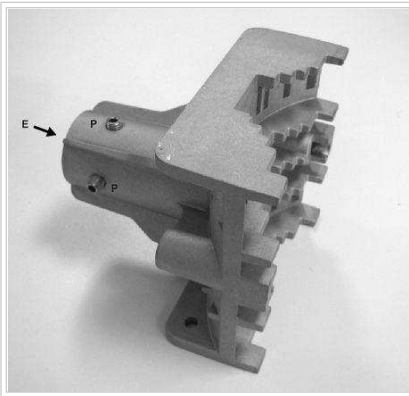
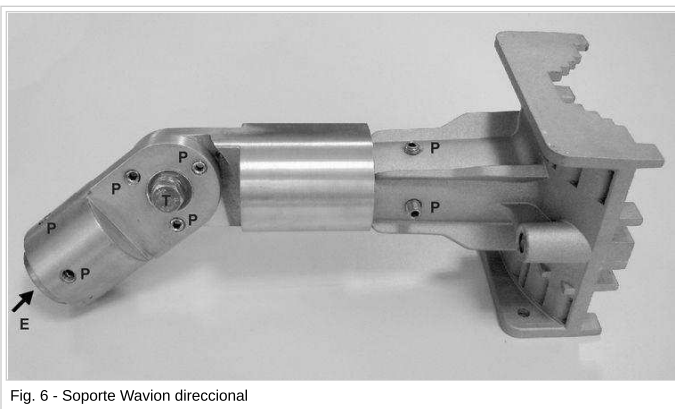

Fig. 4 - Soporte Wavion omnidireccional compacto
Fig. 6 - Soporte Wavion direccional
- La fijación de este tipo de soporte al caño es similar a la explicada en el modelo anterior. El equipo cuenta con un eje con una estría el cual se inserta en E (Fig. 4). La fijación del equipo al soporte una vez verificada su horizontalidad se realiza mediante los prisioneros P.
- El soporte consta de dos piezas, la que se muestra en Fig. 4 (cuya fijación al caño es igual a la explicada en el modelo omnidireccional) y una pieza adicional articulada que sirve de nexo con el equipo y que permite el ajuste de tilt (Fig. 6).
- La pieza articulada cuenta con un eje con una estría el cual se inserta en el soporte fijado al caño, a su vez el eje con estría del equipo se inserta en E (Fig. 6). Una vez orientado el equipo se deberán ajustar el bulón T y todos los prisioneros P.